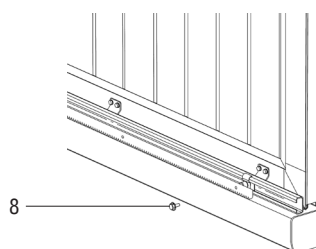

Рисунок 6
7. Закрепите зубчатые рейки на крепежных узлах с помощью болтов (8) (см. рисунок 6).